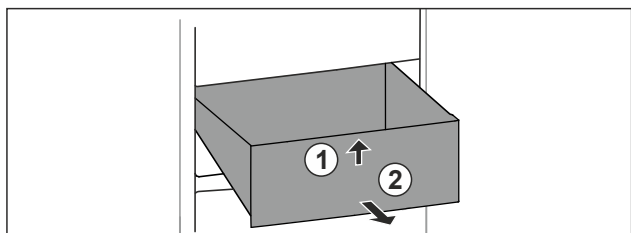

Fig. 77
- ▶ Løft skuffen fremefter. Fig. 77 (1)
- ▶ Tag skuffen ud fremefter. Fig. 77 (2)